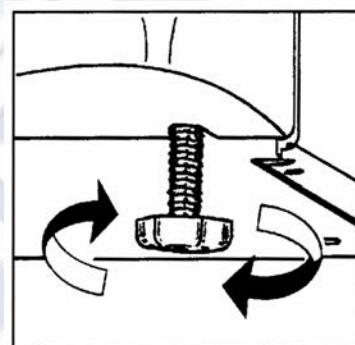

Рис.2
- Чтобы выровнять положение холодильника, подкрутите передние ножки прибора в ту или иную сторону. Это необходимо сделать во избежание вибрации и шума, а также для того, чтобы дверцы плотно закрывались (см. рис. 2).